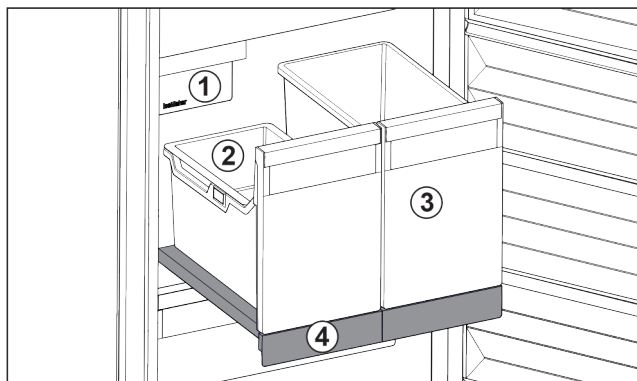

Fig. 32 Vysouvací přihrádka s IceTower
- (1) IceMaker (2) Závěsná miska pro kostky ledu (3) Nádoba např. pro pizzu, alkoholické nápoje (4) Vysouvací přihrádka
Na vysouvací přihrádce jsou dvě vysoké nádoby (IceTower). V nádobě Fig. 32 (2) se shromažďují a skladují kostky ledu z IceMaker. Nádoba Fig. 32 (3) se hodí pro skladování vysokých potravin jako pizzy nebo alkoholické nápoje.